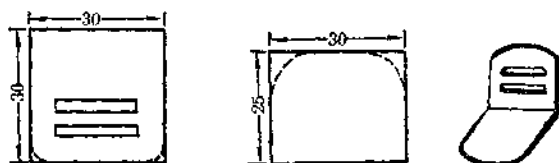

图 16
9. 司机座椅：用 $4 \times 25 \times 30$ [毫米]³ 木板一块，锯去一边的左右两角，用砂皮砂光做座椅垫板，再用 30×30 [毫米]² 薄木片一块，按图 16 所示，锯去一边的左右两角。当中挖空两槽作为靠背。胶合后即成座椅备用。